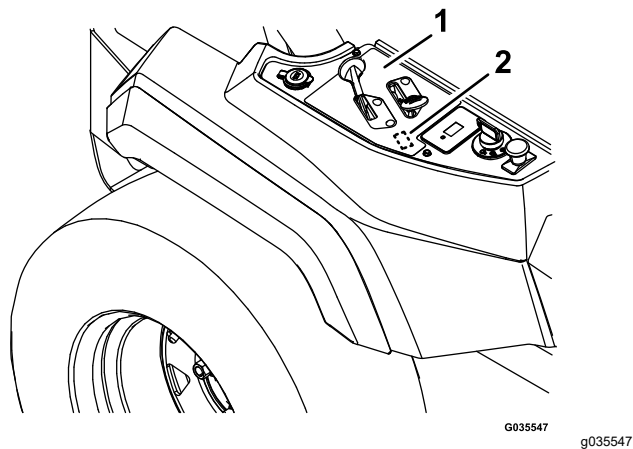

Figure 4
6. En vous servant du panneau de commande comme guide, découper avec précaution l'ouverture de l'interrupteur dans l'autocollant de la commande d'accélérateur/starter (Figure 4).